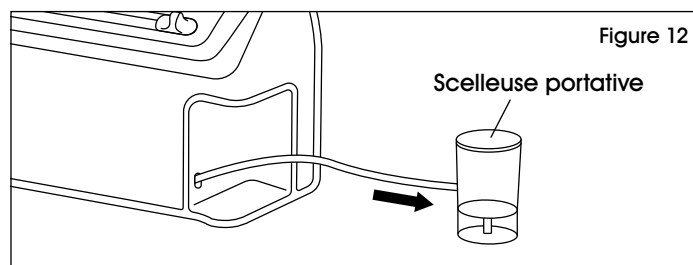

Figure 12
- Tirez la scelleuse portable rétractable intégrée jusqu'à la longueur souhaitée. (Voir Figure 12)